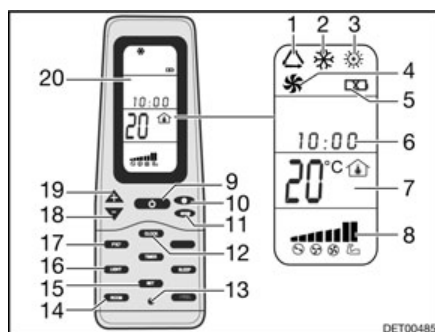

Fig. 131 Mando a distancia
- Pulsar la tecla ON/OFF (Fig. 131,9).
- Pulsar la tecla "Mode" (Fig. 131,11) las veces que sean necesarias hasta que se visualice el modo de funcionamiento deseado (Fig. 131,1, 2, 3 ó 4) en el display (Fig. 131,20).
- Ajustar la temperatura deseada con las teclas "+" (Fig. 131,19) y "-" (Fig. 131,18).
- Seleccionar la etapa deseada del ventilador con la tecla Velocidad del ventilador (Fig. 131,10).